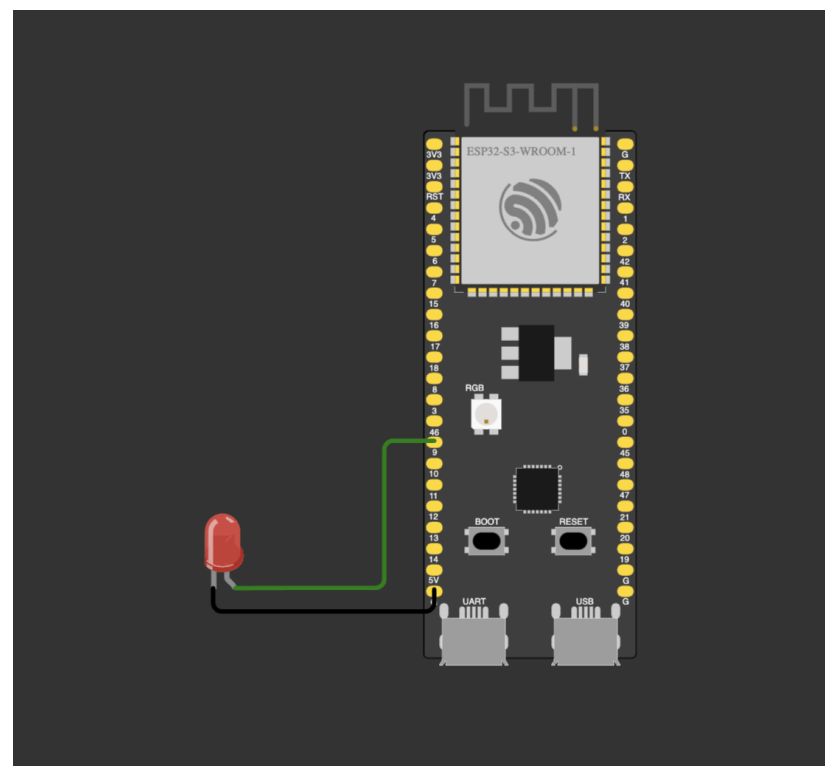

Figura 1: LED
1. Será necessário um led. Para instalá-lo colocaremos um lado do jumper macho-macho na porta 9 do ESP32-S3 e o outro em um resistor de 220K ohms que será conectado no polo positivo ("perna" maior) do led. Já o polo negativo ("perna menor") será conectado no ground. (figura 1)